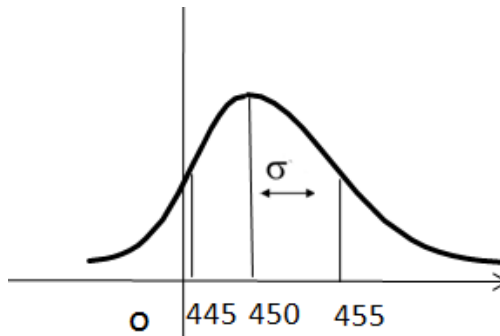

图 5-11 正态分布图
解：①因为炉温服从正态分布，首先画出炉温的正态分布图如下图 5-11 所示，由图形分析问题。